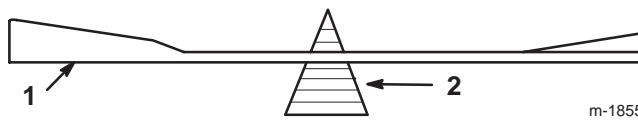

Figure 34
2. Vérifiez l'équilibre de chaque lame en la plaçant sur un équilibrEUR (Fig. 34). Si la lame reste horizontale, elle est équilibrée et peut être utilisée. Si la lame est déséquilibrée, limer un peu le dos de la lame. Répétez la procédure jusqu'à ce que toutes les lames soient équilibrées.